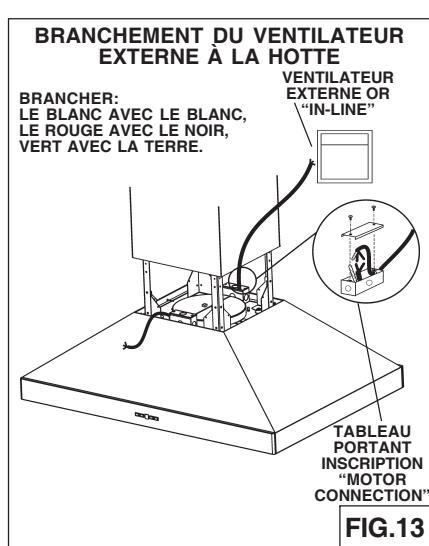

FIG.13
1. Tirer un câble à 2 fils avec la terre du ventilateur externe (ou ventilateur "In-Line") vers le tableau de l'installation électrique de la hotte portant la mention "motor connection" (Fig.13).